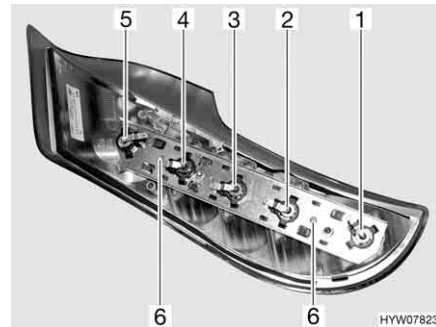

Fig. 167 Luci posteriori (lato posteriore)
- Svitare le due viti Torx (Fig. 167,6) del listello di supporto poste sul lato posteriore dell'involucro.